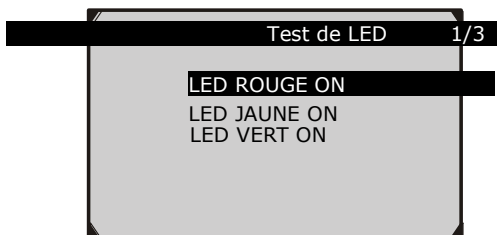

Figure 3.11
- 2) Dans le menu **Test de LED**, utilisez le bouton de défilement **HAUT/BAS** pour sélectionner un ou plusieurs voyants à LED à vérifier. Le LED s'allume ou s'éteint selon les commandes sélectionnées. (Figure 3.11)